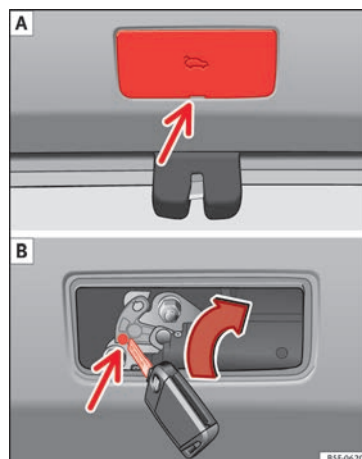

Abb. 7 Ausschnitt Gepäckraum: Zugang zur Notentriegelung
• Einen Schraubendreher in die Nut einsetzen und den Deckel entfernen » **Abb. 7 A**.
• Führen Sie den Schlüssel in die dazu vorgesehene Öffnung ein und drehen Sie diese in Pfeilrichtung, bis die Sperrklinke » **Abb. 7** Bausrastet.